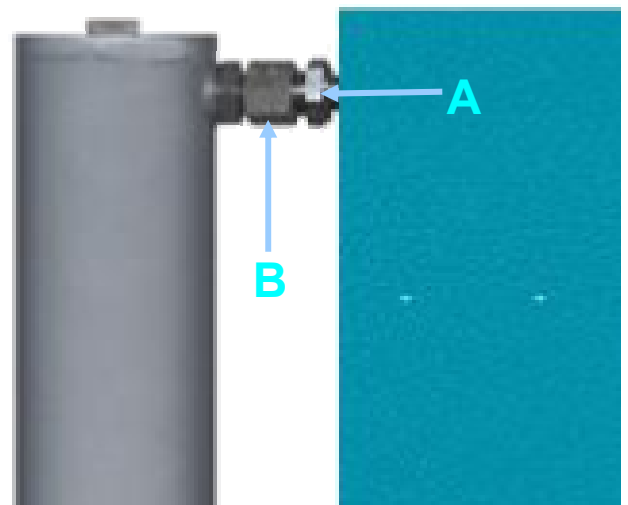

Fig. 8 Identificazione dadi
- Posizionarsi con una chiave da 14 mm sul raccordo (A) e con una chiave da 13 mm sul dado (B) dell'essiccatore (Fig. 8)